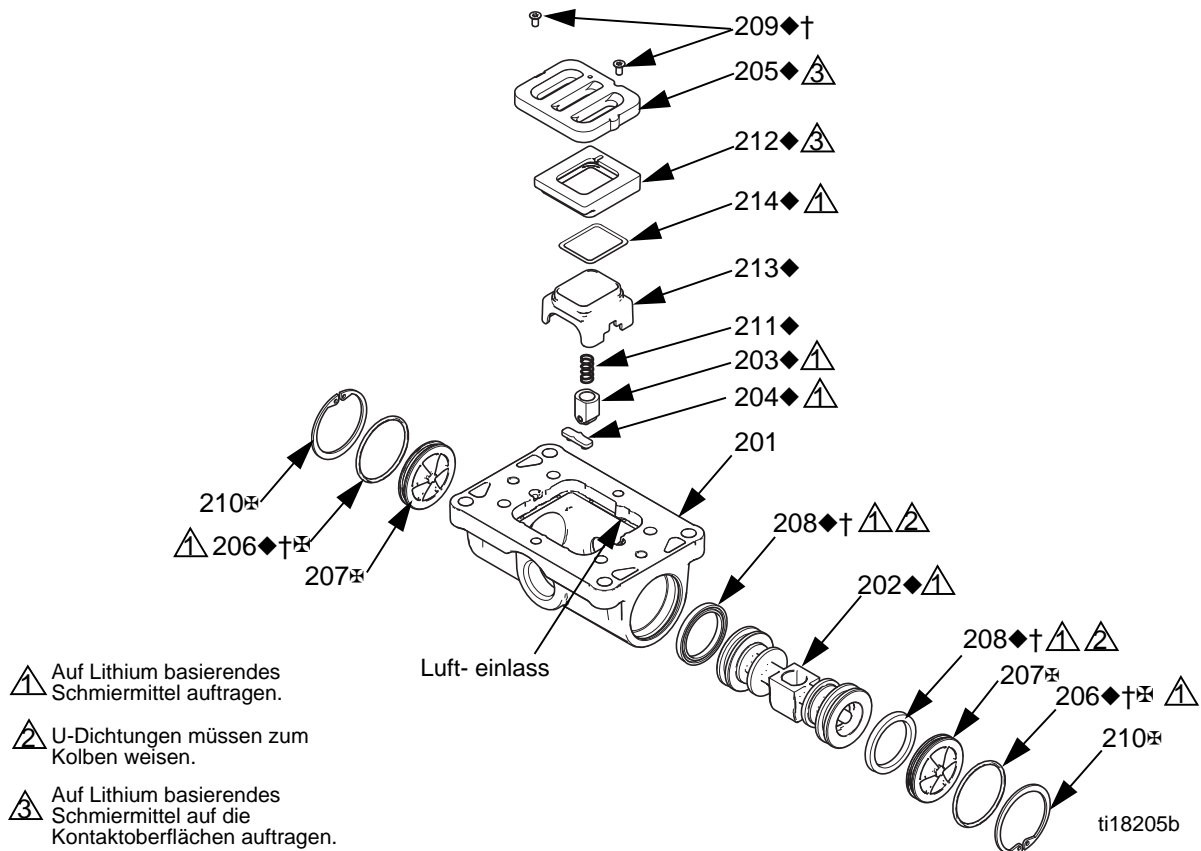

ABB. 3. Luftventilsatz
2. Siehe ABB. 3. Torx-Schraubenzieher (T8 für mittlere Abschnitte aus Aluminium verwenden, T9 für mittlere Abschnitte aus Kunststoff), um zwei Schrauben auszubauen (209). Ventilplatte (205), Lagereinheit (212-214), Feder (211) und Sperrvorrichtung (203) entfernen.
3. Lager (213) aus der Basis (212) ziehen. O-Ring (214) vom Lager entfernen.
4. Siehe ABB. 3. Haltering (210) von beiden Enden des Luftventils entfernen. Mit dem Kolben (202) die beiden Endkappen (207, 217) aus den Enden schieben. Endkappen-O-Ringe (206) entfernen.
5. U-Dichtungen (208) aus den Enden des Kolbens (202) entfernen und dann den Kolben entfernen. Sperrnocke (204) vom Luftventilgehäuse (201) entfernen.